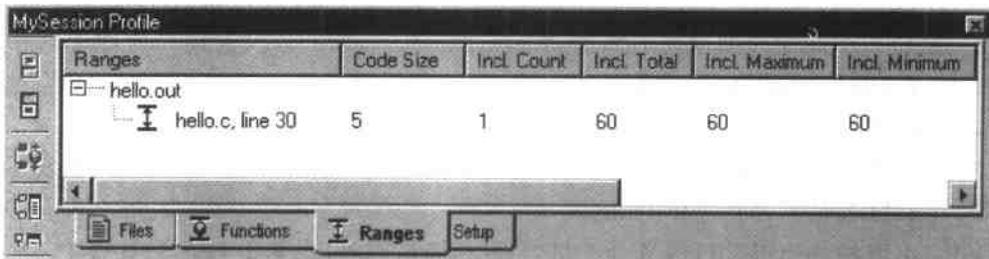

图 7.17 执行 LOG\_Printf 的指令周期数
(6) 执行菜单命令 Debug→Run, 或者在 Debug 工具栏上单击 按钮运行程序。在 MySession 剖析窗口中, 观察 Incl. Total 栏的数字。由于这个函数只运行一次, Total、Maximum 和 Minimum 栏的数值是一样的。Incl. Total 栏显示了与该行代码相关的汇编语言代码从开始执行到执行完成所花的指令周期数, 如图 7.17 所示。